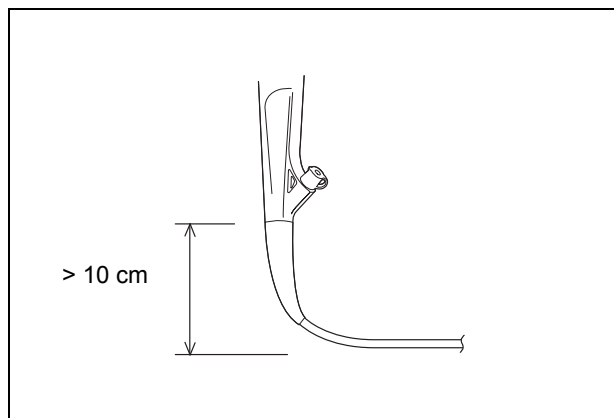

Figura 4.2
- Não dobre a porção de inserção a uma distância igual ou inferior a 10 cm da junção do protetor. A seção de inserção poderá ser danificada (consulte Figura 4.2).